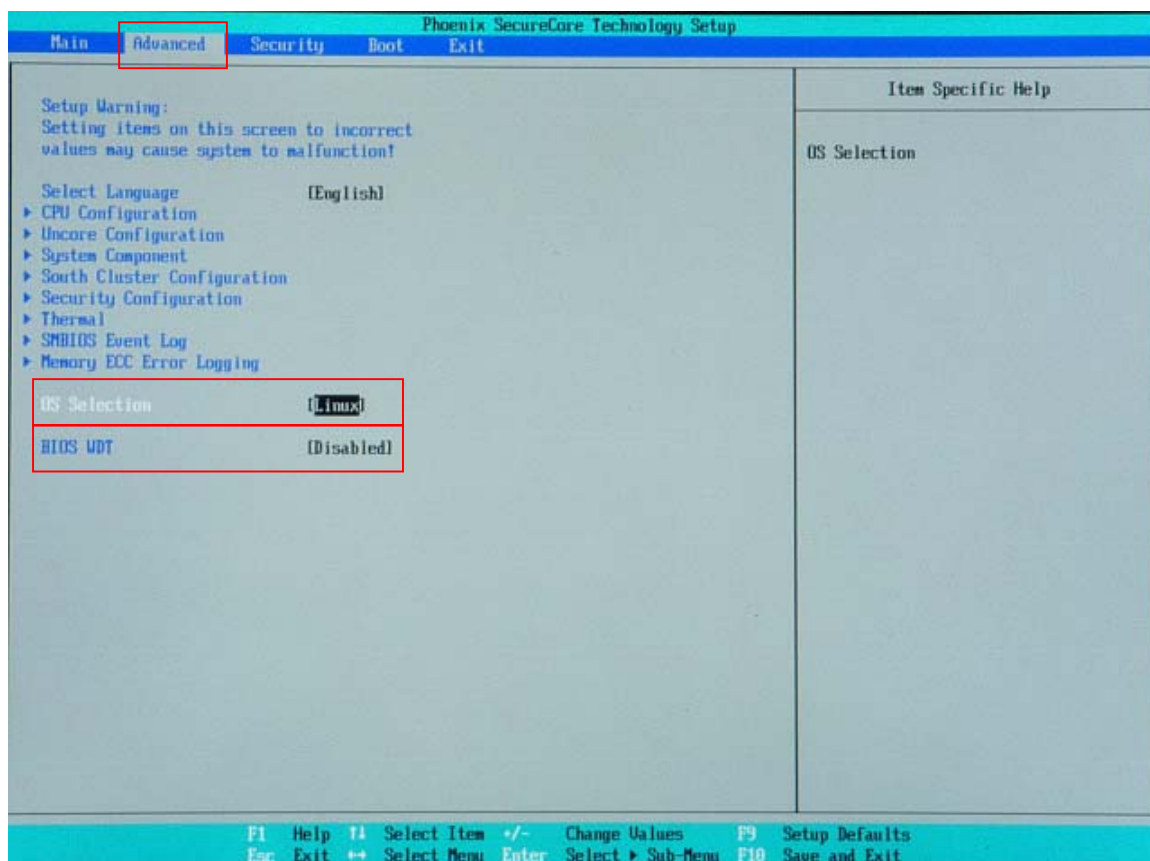

図 6-1-2. BIOS設定 Advancedメニュー
- ① LAN ケーブルが接続されている場合は、LAN ケーブルを取り外してください。
- ② USB メモリ、SD カードなどのストレージメディアが接続されている場合は、ストレージメディアを取り外してください。また、サブストレージ（mSATA2）が接続されている場合は、サブストレージを取り外してください。
- ③ USB-DVD ドライブにリカバリ DVD を入れ MT シリーズ本体に接続します。
- ④ USB キーボード、USB マウスを接続します。
- ⑤ 電源を入れます。BIOS 起動画面が表示されたところで[F2]キーを押し、BIOS 設定画面を表示させます。
- ⑥ BIOS設定画面が表示されたら、[Advanced]メニューを選択します。（図 6-1-2）
- ⑦ [OS Selection]を[Linux]、[BIOS WDT]を[Disabled]に設定します。
- ① 電源を入れ、BIOS 起動画面が表示されたところで[F2]キーを押し、BIOS 設定画面を表示させます。
- ② BIOS設定画面が表示されたら、[Advanced]メニューを選択します。(図 6-1-2)
- ③ [OS Selection]を[Windows]、[BIOS WDT]を[Enabled]に設定します。
- ⑩ 電源を入れ、BIOS 起動画面が表示されたところで[F2]キーを押し、BIOS 設定画面を表示させます。
- ⑪ BIOS設定画面が表示されたら、[Advanced]メニューを選択します。(図 6-1-2)
- ⑫ [OS Selection]を[Windows]、[BIOS WDT]を[Disabled]に設定します。